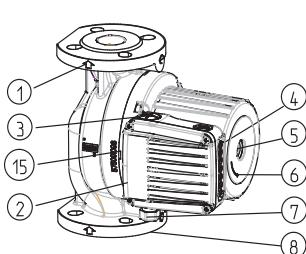

Abb.2
- Die Durchflussrichtung des Fördermediums muss mit dem Pfeil auf dem Pumpengehäuse übereinstimmen (Abb. 2 – Pos. 1).
- Anschlussflanschen sind NP 6/10 (Abb. 2 – Pos. 8)
- GHN (basic, auto), GHNM (basic, auto) – Pumpen verfügen über ein einfaches Hydraulikgehäuse (Abb. 2 – Pos. 8)
Das Hydraulikgehäuse der Pumpe darf nur bis zum Spalt zwischen dem Motor und dem Hydraulikgehäuse isoliert werden. Öffnungen zur Kondensatableitung aus dem Statorraum müssen immer frei bleiben, dass gleiche gilt für den Einsatz der Pumpe in Heizsystemen, wenn eine Wärmeisolierung des Hydraulikgehäuses vorgenommen wird (Abb. 2, 3, Pos. 15). Das Elektromotorgehäuse, in dem sich Öffnungen zur Kondensatableitung befinden, darf nie isoliert werden!
Der Einspeiseleiter wird über die Einführung M20 (Abb.2 – Pos.7) angeschlossen.
Bei Pumpen des Typs GHN (basic, auto), GHND (basic, auto), GHNMD (basic, auto), GHNMD (basic, auto) liegt der Rotor im Wasser, in besonderen wassergeschmierten Lagern. Darum muss vor der Inbetriebnahme die Pumpe mit Wasser gefüllt und entlüftet werden. Zur Entlüftung der Pumpen wird die Schraube auf der Hinterseite des Elektromotors (Abb.2-Pos. 5) herausgeschraubt. Aus der Spalte zwischen der Motorwelle und dem Lager strömt Luft heraus. Wenn Wasser herauströpfst, schließen sie die Ventile auf der Ansaug- und Druckseite der Pumpe und starten sie die Pumpe. Die eingebaute Anzeige zeigt ein Drehen der Pumpenachse in die falsche Richtung mit mehrfachen Blinken des roten Lichtes an.
Jede Pumpe kann Bereiche von drei hydraulischen Charakteristiken abdecken. Um das zu erreichen, hat sie einen Elektromotor mit drei verschiedenen Drehzahlen eingebaut. Um gewünschte Charakteristik bzw. Geschwindigkeit auszuwählen, ① ② ③ hat die Pumpe einen Knopf ④ Knopf (Abb. 2, Pos. 4), mit dem man zwischen den Geschwindigkeiten wählt. Einstellung der Geschwindigkeiten bei Pumpentypen GHN, GHND, GHNM, GHNMD (auto) ⑤ ⑥ ⑦ ⑧ ⑨ kann auf Knopfdruck ⑩ manuell bei der Geschwindigkeit ① ② ③ und automatisch ⑪ in ⑫ oder ⑬. In beiden Fällen funktioniert die Pumpe abhängig von dem Durchlauf bei den Geschwindigkeiten ② ③ automatisch. Bei dem Nachtregime ⑭ ist noch Mediumtemperatur berücksichtigt und wenn die Mediumtemperatur fällt, schaltet die Pumpe in die Geschwindigkeit ② Fall ( $> 10^\circ \text{ C}$ ) oder Geschwindigkeit um ① Fall ( $> 20^\circ \text{ C}$ ) ungeachtet auf Durchlauf. Wenn die Mediumtemperatur um  $> 20^\circ \text{ C}$  steigt, ist wieder die Funktionsweise in Verbindung mit Durchlauf ermöglicht. Diese Funktionsweise ist für die Systeme mit Thermoventilen und Systeme geeignet, in denen die Systemtemperatur in der Nacht fällt.
Die Pumpe ausschalten, Ventile an der Druck- und Ansaugseite der Pumpe schließen, Entlüftungsschraube ausschrauben, einen Schraubenzieher (Abb. 2-Pos.5) in den Schlitz auf der Welle stecken und diese so lange drehen, biss kein Widerstand mehr fühlbar ist. Danach wieder die Entlüftungsschraube einschrauben.